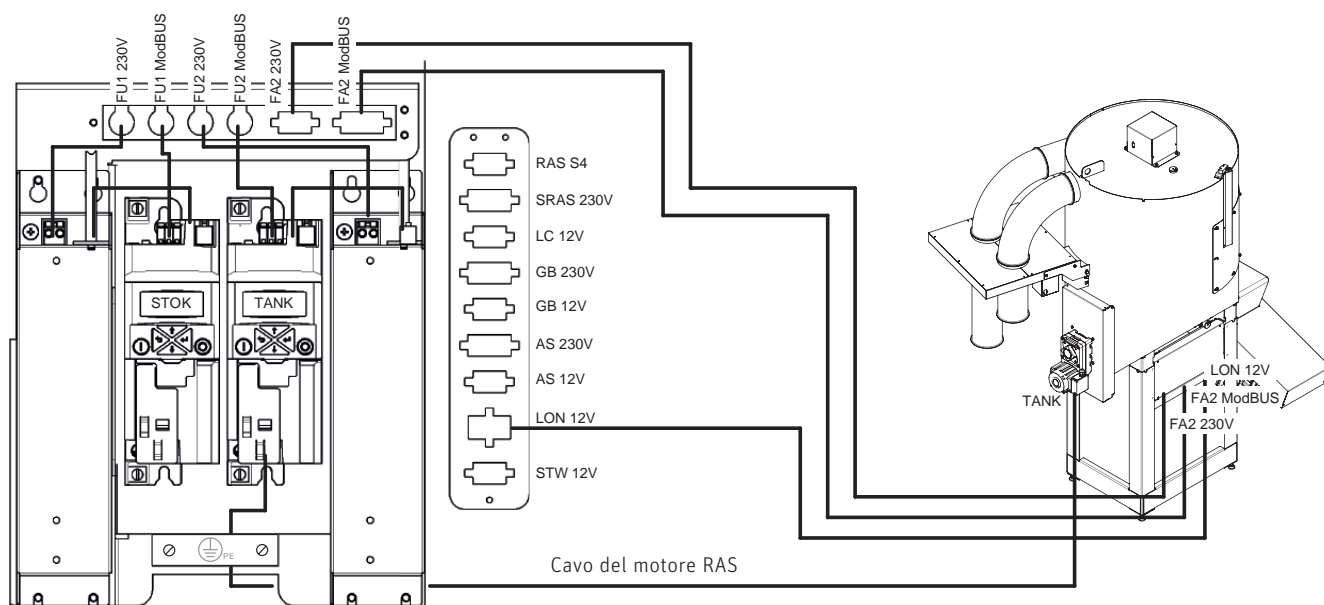

Fig.194 Inserire i 3 cavi del quadro di comando 2 della stiva
- ▶ Inserire i 3 cavi del quadro di comando 2 della stiva nella consolle di collegamento – Fig. 194.